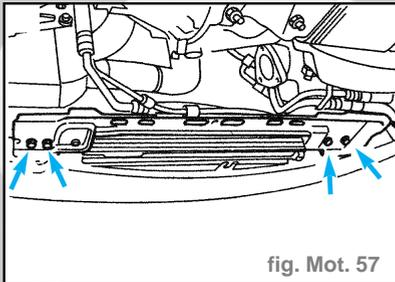

fig. Mot. 57
- Déposer la traverse inférieure en dévissant la vis de fixation illustrée (fig. Mot. 57).